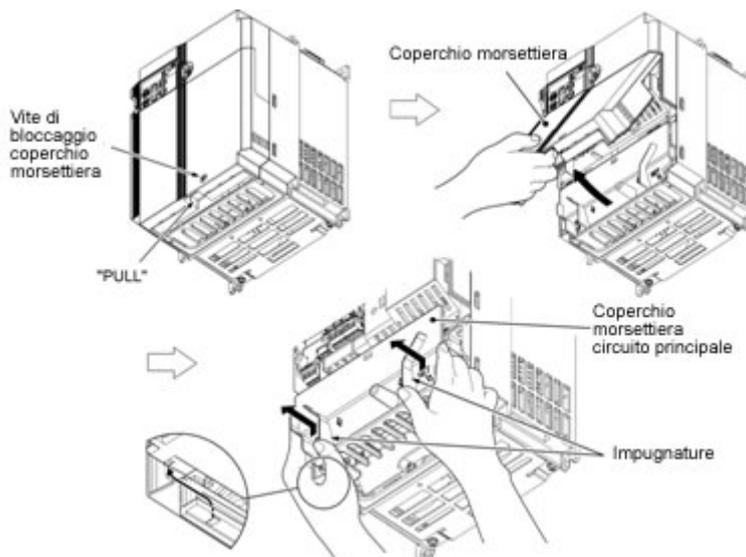

Figura 4.2 Come togliere i coperchi (per inverter con potenza di 5.5 kW e 7.5 kW)
(2) Per inverter con potenza di 5.5 e 7.5 kW
- ① Per togliere il coperchio della morsetteria, svitare prima la vite di bloccaggio, mettere un dito nella cavità (con la scritta "PULL") e tirare il coperchio verso l'alto e verso di sé.
- ② Per togliere il coperchio della morsetteria del circuito principale, mettere i pollici sulle impugnature del coperchio e spingerlo verso l'alto tenendolo stretto (figura 4.2).